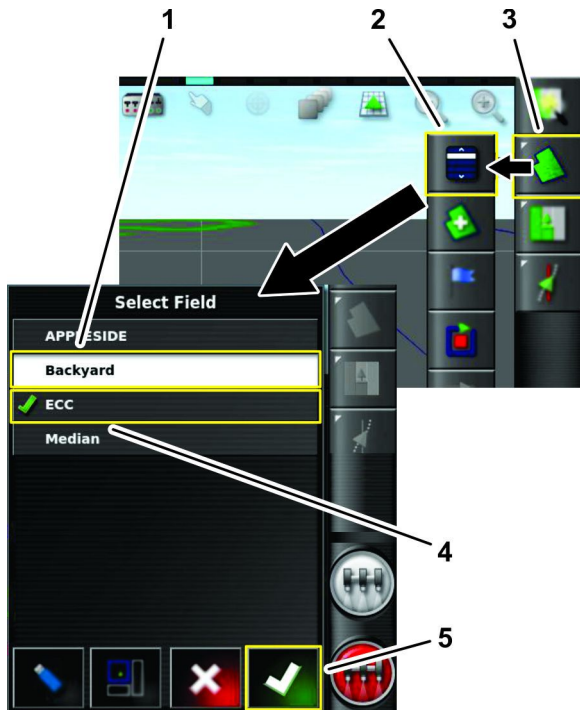

Figura 35
1. Premete l'icona del Menu del campo e premete l'icona Seleziona campo (Figura 35).
2. Nell'elenco Seleziona campo, premete l'icona Campo per il campo che state irrorando, quindi premete l'icona Conferma (Figura 35).